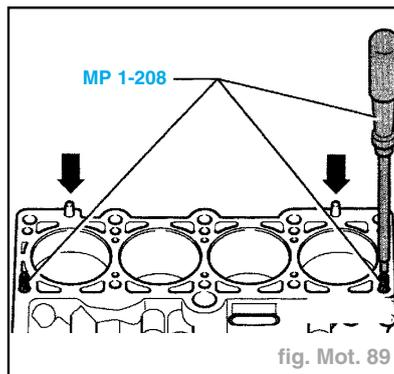

fig. Mot. 89
- Tenir compte des broches de centrage dans le bloc-cylindres (fig. Mot. 89).